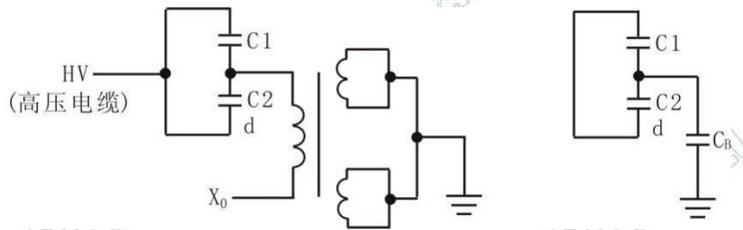

图 10 CVT 中压互感器（反接法）
(2) 测量 CVT 中压互感器 $\text{tg } \delta$ (见图 10)
如图 10 所示，用反接线方式测量，将 C2 末端 δ 与 C1 首端相连后，用高压电缆接仪器 HV 端，X₀ 悬空，中压互感器二次线圈短路接地。